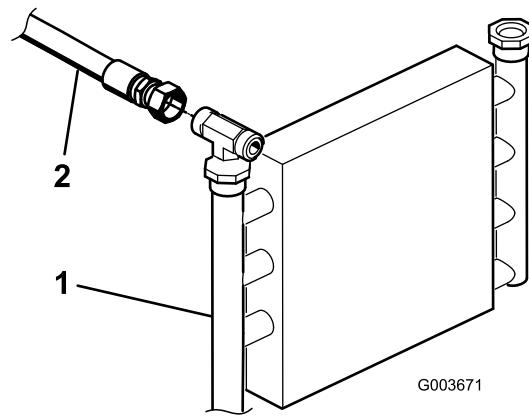
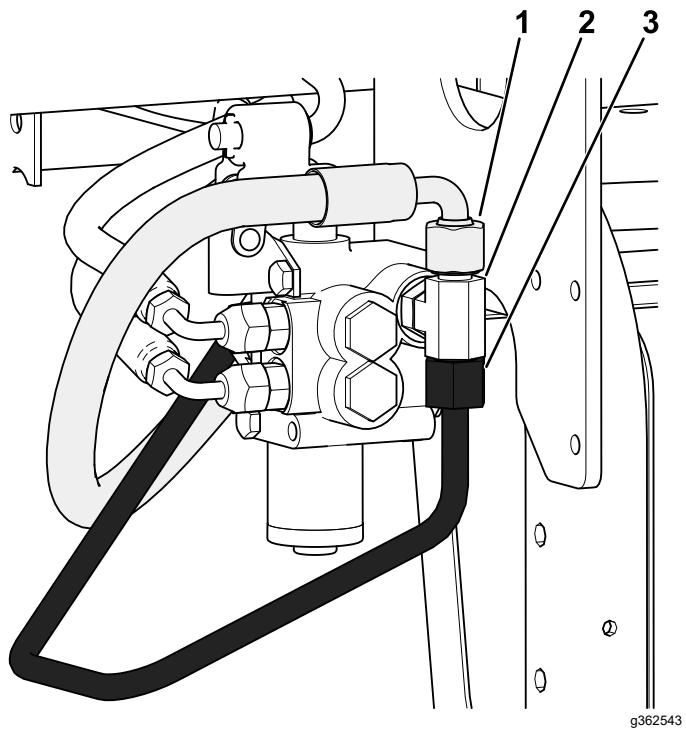

図 4
図 6
- 図6に示すように、油圧ホース(144-1367)をT字継手(340-94)から外す。
1. オイルクーラーから既存のリフトバルブに向かう油圧チューブを見つける(図4)。
3. オイルクーラーとリフトバルブから油圧チューブを外す図4および図6。